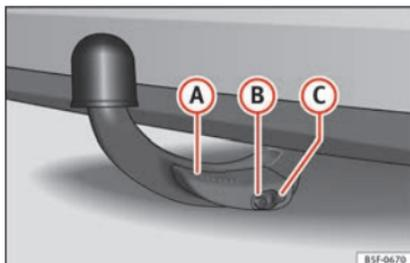

Fig. 232 Sfera smontabile fissata correttamente
- La leva **A** » » fig. 232 è totalmente sollevata.
- Il perno di sblocco **B** » » fig. 232 fuoriesce completamente (la parte rossa e verde è visibile).
- Il coperchio **C** » » fig. 232 è collocato sulla serratura.